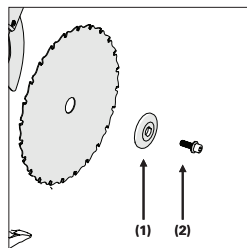

Fig. 30
Installez la bride extérieure (1) (face à plat sur la machine) et le mandrin (2). (Fig. 30)